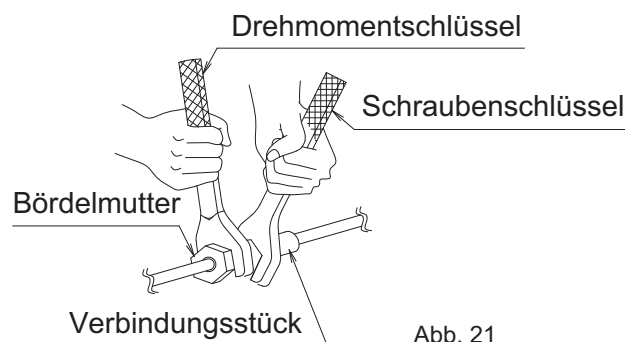

Abb. 21
- Verwenden Sie beim Anschließen der Rohrleitungen an das Klimagerät einen Schraubenschlüssel und einen Drehmomentschlüssel wie in **Abb. 21** dargestellt. Zu den Abmessungen des gebördelten Teils und zum Anzugsmoment siehe Tabelle 1.